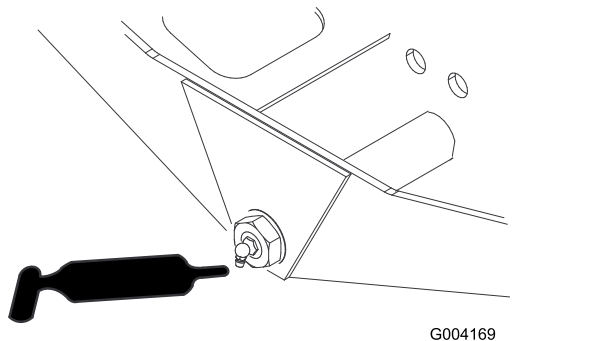

Figura 63
- Articulação do direção do eixo (1 cada) – Figura 63